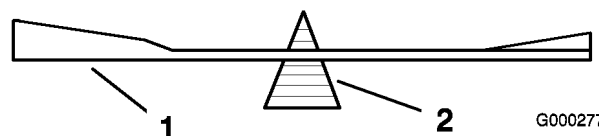
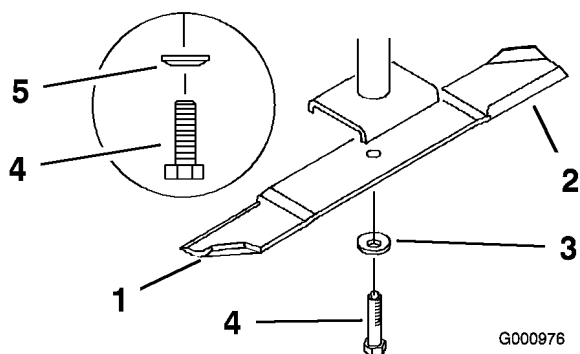

Figure 74
Figure 75
2. Retirez de l'axe le boulon, la rondelle élastique et la lame (Figure 75).
2. Vérifiez l'équilibre de la lame en la plaçant sur un équilibreur (Figure 74). Si la lame reste horizontale, elle est équilibrée et peut être utilisée. Si la lame est déséquilibrée, limez un peu l'extrémité de la partie incurvée seulement (Figure 75). Répétez la procédure jusqu'à ce que la lame soit équilibrée.
1. Placez la lame sur l'axe (Figure 75).
être dirigé vers la tête du boulon (Figure 75).